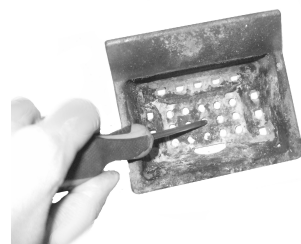

Fig. 21 - Nettoyage brasero
- Si besoin est, nettoyer à l'aide d'un objet pointu les trous obstrués par les incrustations (voir **Fig. 21**).